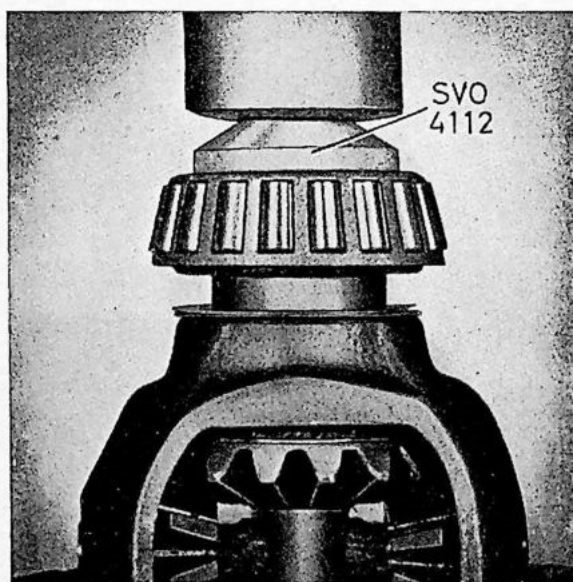

Fig. 4-119. Montage van de differentieellagers
4. Zet de shims op het differentieelhuis en pers er de lagers op. Gebruik hiervoor drijver SVO 4112, zie Fig. 4-119. Gebruik, als het tweede lager wordt gemonteerd, drijver SVO 2599 als een draagring om te voorkomen dat het reeds gemonteerde lager beschadigd wordt.